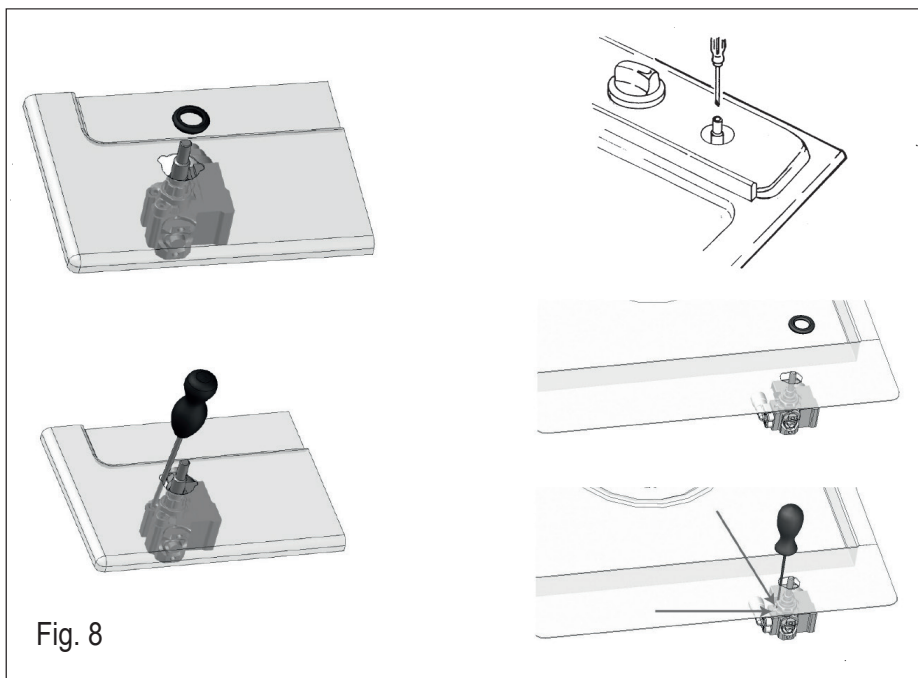

Fig. 8
- to adjust to the minimum, use a screwdriver on the screw placed on the tap (Fig. 8) after turning the tap to its minimum position. For LPG (butane/propane) screw tight.
• pour le réglage au minimum, tournez à l'aide d'un tournevis approprié la vis dans l'axe du robinet (Fig. 8) après avoir placé le robinet sur la position du minimum. Pour GPL (butane/propane) serrez à fond.
- bei der Einstellung des Mindestwertes, den Hahnhebel auf das Minimum drehen und die Einstellschraube am Hahn mit entsprechendem Schraubenzieher drehen (s. Abb. 8). Bei Betrieb mit Flüssiggas (Butan- /Propangas) Einstellschraube fest anziehen.
- para la regulación del mínimo, usar un destornillador apropiado en el tornillo puesto sobre la llave (Fig. 8) después de averlo girado en la posición de mínimo. Para GPL (Butano/propano) atornillar a fondo.
- teneinde het minimum in te stellen draait men met een schroevendraaier de schroef aan de kraan (z. afb. 8), nadat deze op het minimum gedraaid werd. Bij toestellen die op vloeibaar gas (butaan/propana) werken moet men de stelschroef vast aandraaien.
- para a regulação do mínimo agir com uma oportuna chave de parafuso sobre o parafuso colocado na torneira (Fig. 8) depois de o ter rodado à posição mínimo. Para GPL (butano/propano) ataraxar a fundo.